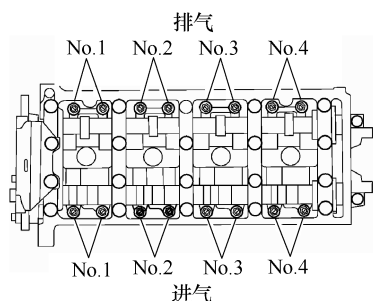

图 2-96 需检查气门的位置
3) 应根据所有待检查的气门选择相应厚度的塞尺,见图2-96。